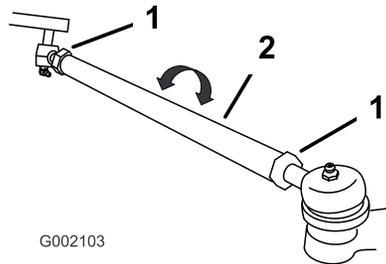

Bild 39
2. Lockern Sie die Klemmmuttern an beiden Seiten der Spurstangen (Bild 39), wenn das Maß nicht im angegebenen Bereich liegt (siehe die Abmessungen und Parameter am Anfang dieses Vorgangs).